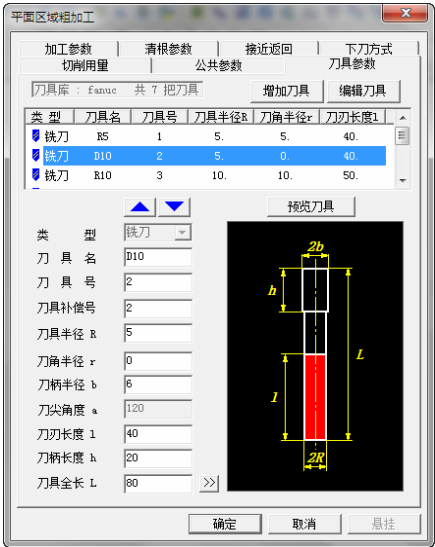

图 8-67 “刀具参数”选项卡
7) 单击“刀具参数”选项卡，选择刀具名为 D10，如图 8-67 所示。